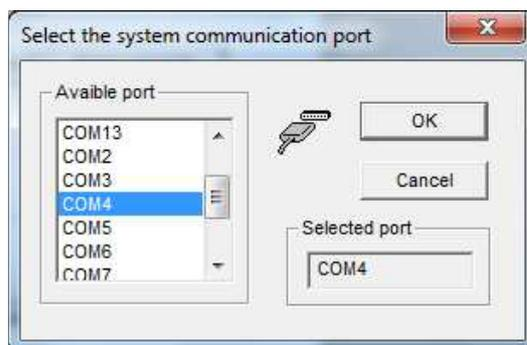

Рисунок 7 – Выбор COM-порта.
- 1.5.5. В отобразившемся диалоговом окне (см. Рисунок 7) выберите последовательный порт ПК, к которому подсоединен принтер (в примере COM4), и нажмите на кнопку «ОК».